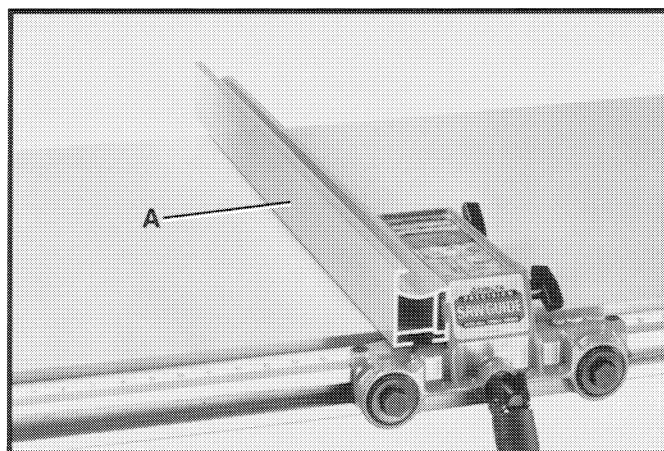

Fig. 70
2. Para la mayoría de las funciones normales de corte a lo largo de madera de tamaño estándar, la guía (A) se utiliza en la posición vertical (alta), como puede apreciarse en la Fig. 70.